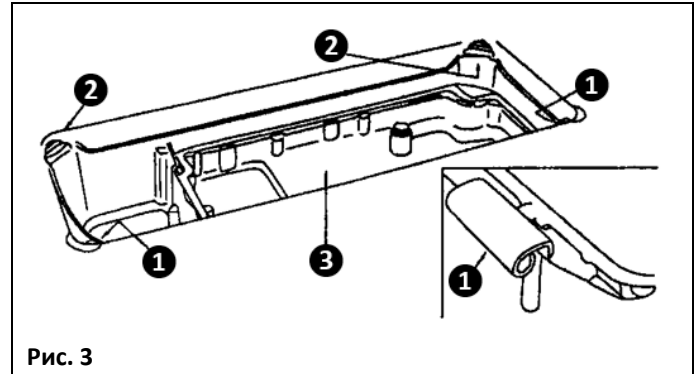
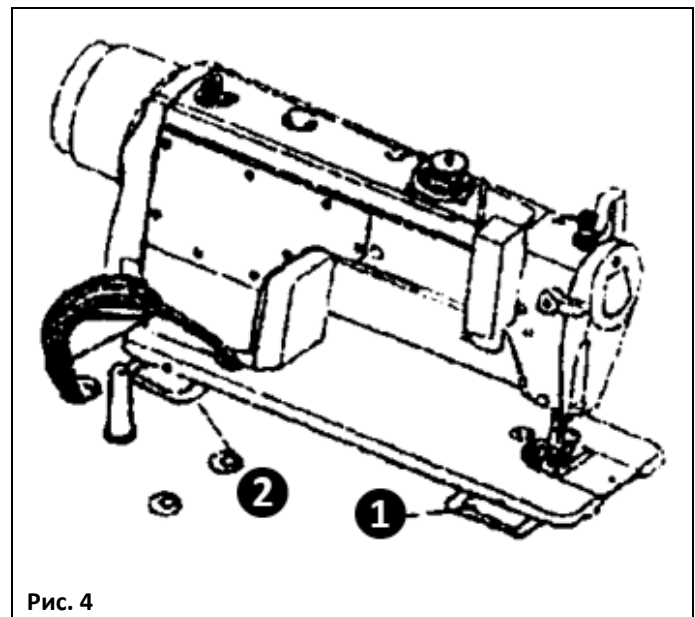

Рис. 3
Рис. 4
- 3) Вставьте петлю ① в отверстие стола, установите головку на амортизаторы, расположенные в четырех углах масляного поддона (рис. 3, рис. 4).